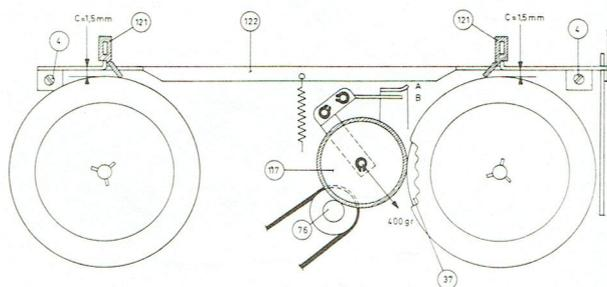

Fig. 6.
- Si le temps est trop court, lubrifier ou remplacer le palier pos. 74.
#### Réglage de l'étrier de freinage, pos. 122, voir fig. 6.
- Desserer les 2 vis pos. 4.
- Veiller à ce que les sabots de freinage, pos. 121, soient situés comme indiqué dans la figure 6.
- Serrer les vis pos. 4.
- Courber la cosse A de manière que le sabot de freinage pos. 121 dégage de justesse le plateau à bobine de droite.
**Roue d'entraînement,** pos. 117.
Placer l'appareil en position de marche; la roue d'entraînement pos. 117 doit alors marcher avec une force de 400 g  $\pm$  15 % entre le plateau à bobine et la poulie pos. 76, voir la figure 6.
**Roue d'entraînement,** pos. 70.